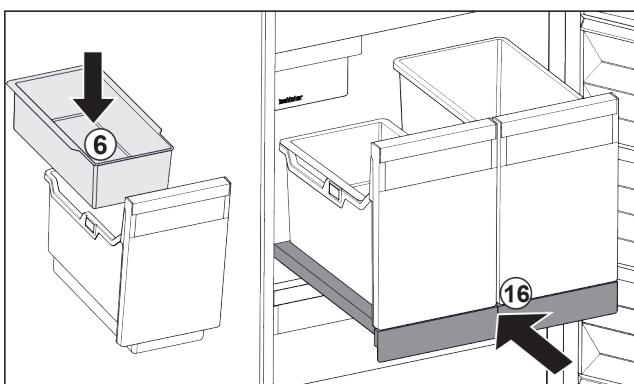

Fig. 96
- Vložte závesnú misku Fig. 96 (6) na kocky ľadu.
- Zasuňte vyťahovaciu poličku s nádobou (IceTower). Fig. 96 (16)